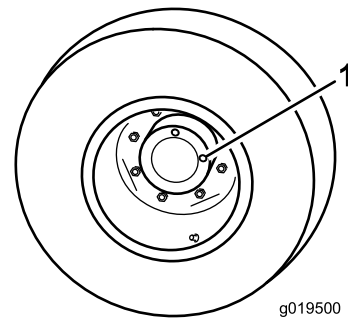

Bild 58
1. Wenn die Maschine auf einer ebenen Fläche steht, positionieren Sie das Rad so, dass eine Prüfschraube auf 12 Uhr und die andere auf 3 Uhr steht (Bild 58).
1. Prüf-, Ablassschraube (2)
2. Entfernen Sie die Schraube, die auf 3 Uhr steht (Bild 58).